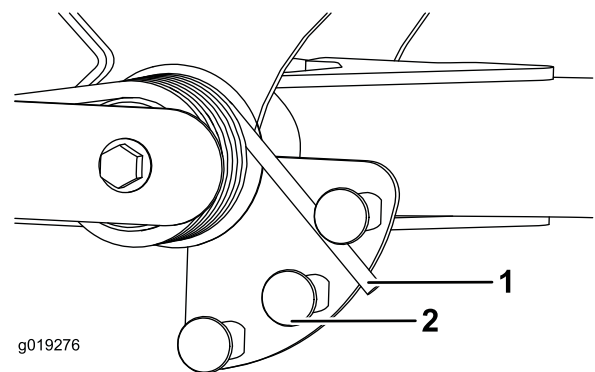

Figure 31
- Insérez un tube ou un objet similaire sur le ressort long et le faire pivoter autour de l'actionneur de ressort à la position voulue (Figure 31).